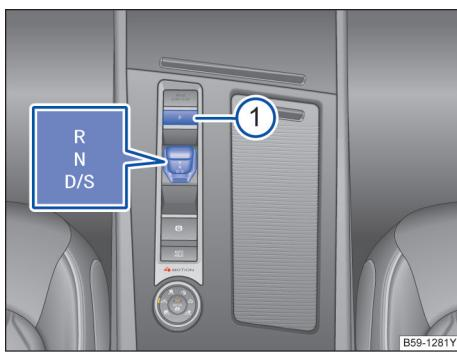

图 131 带锁止按钮（箭头所示）的自动变速箱换挡拨片
- 要切换自动变速箱模式，请向前或向后拨动换挡拨片→图 131。然后，换挡拨片始终返回至中间位置。
- 按下 P 键选择 P 模式→图 131 ①。
如需要挂入，按压 P 挡按键→图 131 ①。如需挂出 P 挡，必须踩下制动踏板的同时推动换挡拨片。
如需在行驶挡 D 和 S 之间切换，向后拨动换挡拨片，可进行一次模式切换→图 131。